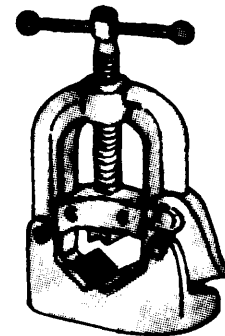

Fig. 4
*Prensa de quijada para banco* (fig. 4): puede atornillarse a un banco de madera o metálico. Es muy resistente y por esto, especialmente adecuada para instalarla permanentemente en el lugar de la obra donde se preparen partes de instalación en serie. Viene en ocho tamaños que abarcan de 1/8" a 12".